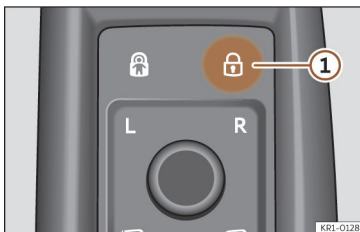

Abb. 71 An der Fahrertür: Zentralverriegelungstaster.
• Verriegeln: Drücken Sie die Taste  >>> (Abb. 71).
• Entriegeln: Drücken Sie noch einmal die Taste  >>> (Abb. 71).